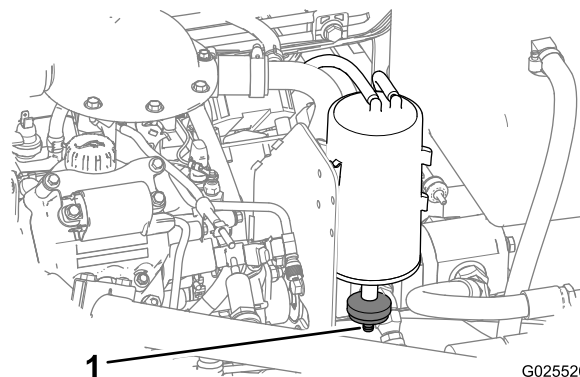

Figura 58
1. Localize o filtro de ar na zona inferior do recipiente de carbono (Figura 58).